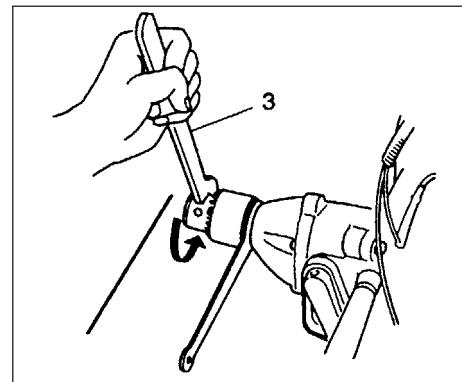

Fig. 2-7
• Attentie! moet u een schroefsleutel (3) in plaats van een boorhoudersleutel gebruiken en de boorhouder met de hand vast of los draaien. In geen geval met een hamer tegen de schroefsleutel slaan. (Fig. 2-7, 7B)